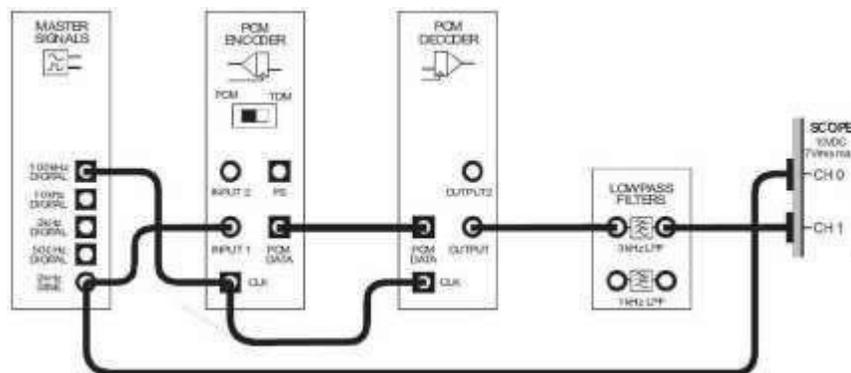

Figura 1.
2. Conectar una señal 100KHz DIGITAL a la entrada CLK de los módulos PCM ENCODER y PCM DECODER y una señal 2KHz SINE a la entrada INPUT 1 del módulo PCM ENCODER, conectar la salida PCM DATA a la entrada respectiva del PCM DECODER, la salida OUTPUT del PCM DECODER a la entrada del filtro pasa bajas 3KHz LPF (Figura 1).